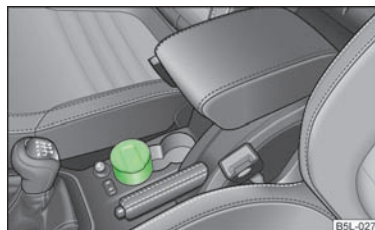

Fig. 66
- Sacar el cenicero » fig. 66 hacia arriba.